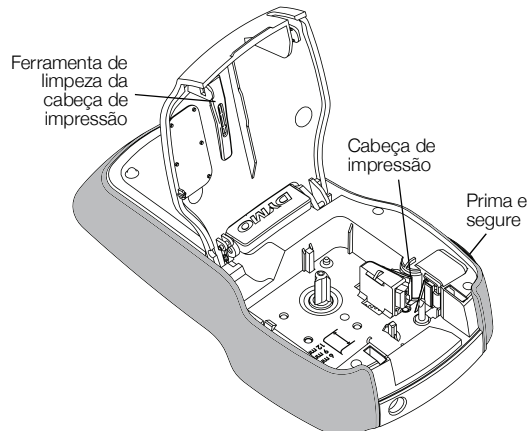

Figura 7
- 2 Prima ininterruptamente o botão da guilhotina para expor a sua respectiva lâmina. Ver Figura 7.
- 2 Remova a ferramenta de limpeza da cabeça de impressão do interior da tampa do compartimento das etiquetas. Ver Figura 7.